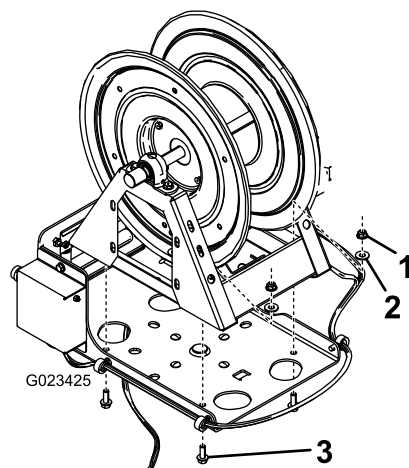

Figura 22
5. Sujete el carrete de la manguera al soporte giratorio con 4 pernos (3/8"-16 x 1"), 4 arandelas (7/16") y 4 tuercas con arandela prensada (3/8"-16), según se muestra en Figura 22.